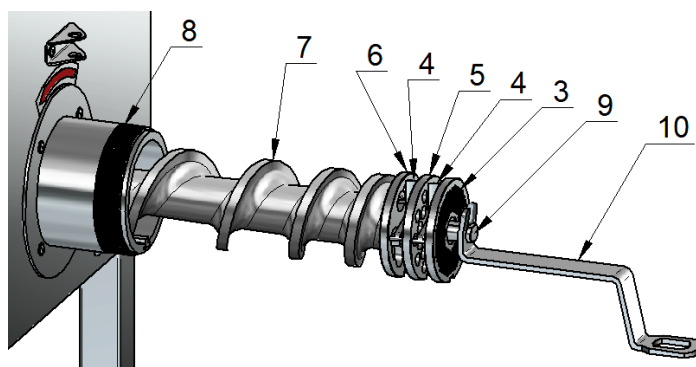

Рис. 4 Извлечение из горловины подающего шнека, решеток и ножей
7.1.2. С помощью специального ключа (10) вытяните подающий шнек (7) из горловины (8) вместе с ножами (4), решетками (3), (5), (6). Для этого паз ключа необходимо разместить в проточке пальца (9) шнека, как показано на рис. 4, и вынуть режущий блок из горловины целиком.